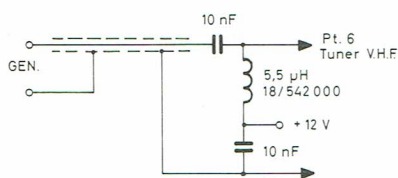

FIG. 17
- Wobulateur avec câble terminé selon fig. 17 au point 6 du tuner VHF.